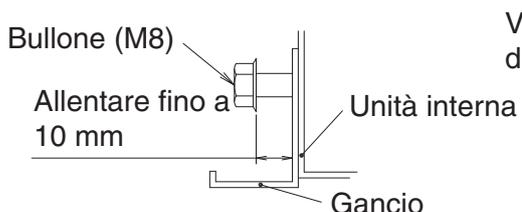
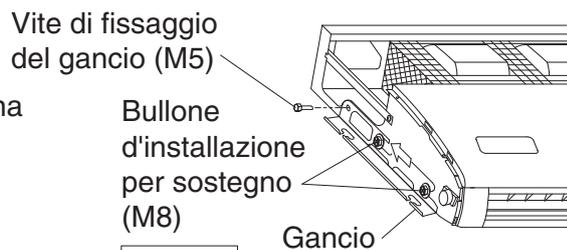

Fig. 7
Fig. 8
- Allentare 2 bulloni per l'installazione del gancio su ambo i lati (M8) (4 punti a sinistra e a destra) in uno spazio di 10 mm. **(Fare riferimento alla Fig. 7 e alla Fig. 8)**
- Rimuovere la vite di fissaggio del gancio sul retro (M5) e tirare il gancio all'indietro (nella direzione della freccia) per rimuoverlo. **(Fare riferimento alla Fig. 8)**